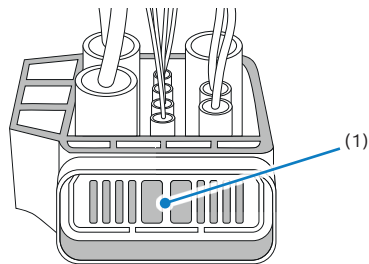

Abb. 3
15. Kabelbaumstecker X26 lösen und abziehen (Abb. 3).
- Verriegelung entfernen (1)